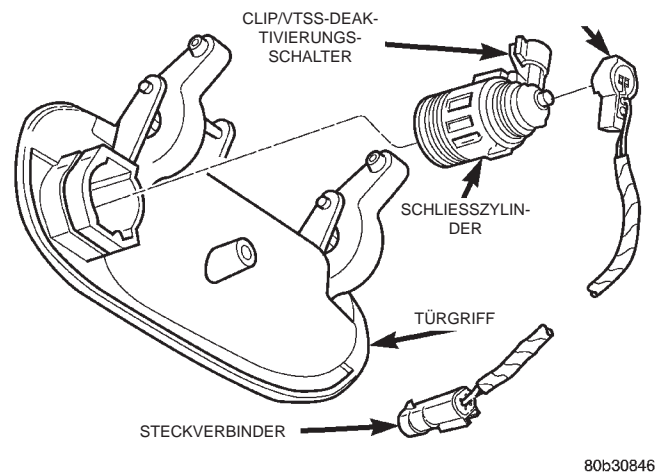

Abb. 1 Zentralverriegelungsschalter
- (1) Türverkleidung und Türabdichtfolie abbauen. Näheres hierzu siehe Kapitel 23, "Karosserie".
- (2) Halteclip des Steckverbinders lösen und Steckverbinder abziehen (Abb. 1).
- (3) Zentralverriegelungsschalter vom Türschließzylinder abbauen.